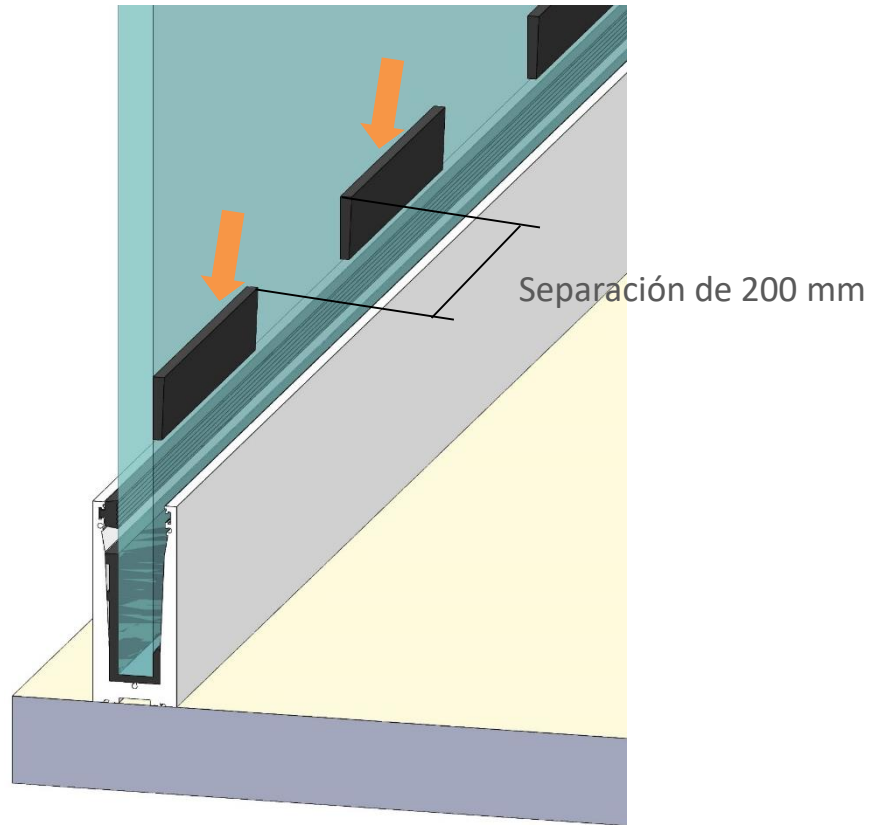

Figura 8
- Posicionado el vidrio en su lugar, introducir la cuña con la ayuda de la pala de acristalar. La cuña barandilla va cortada en porciones de 200 mm. Cada cuña debe de tener una separación de 200 mm con respecto a la siguiente (Figura 8). Presionar la cuña hasta ver que el vidrio esta verticalmente bien posicionado y que no se mueve el vidrio de forma horizontal.